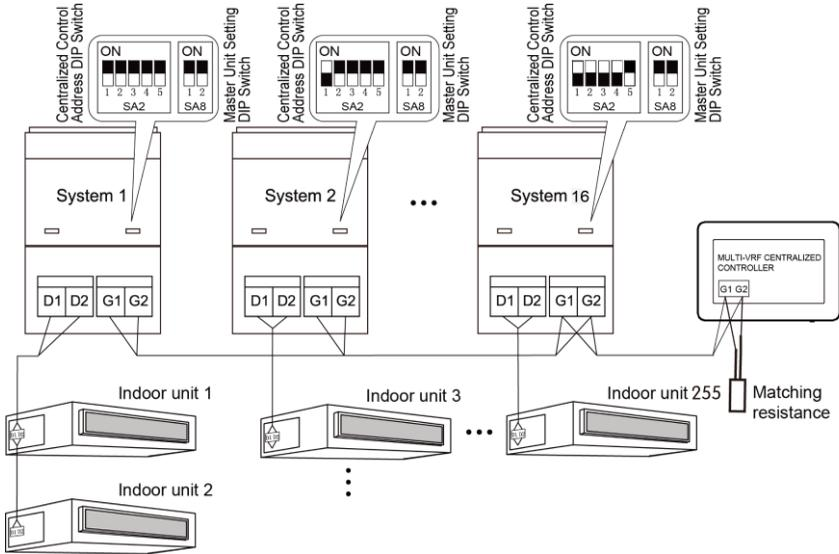

Рис.1.5 Централізований контролер, підключений до зовнішньої мережі
c. Якщо централізований контролер підключається до мережі зовнішніх блоків, підключіть його згідно з рис.1.5. Централізований контролер можна підключити лише до кінцевої системи зовнішньої мережі. Необхідно додати відповідний опір за допомогою кабелів зв'язку до портів G1 і G2.